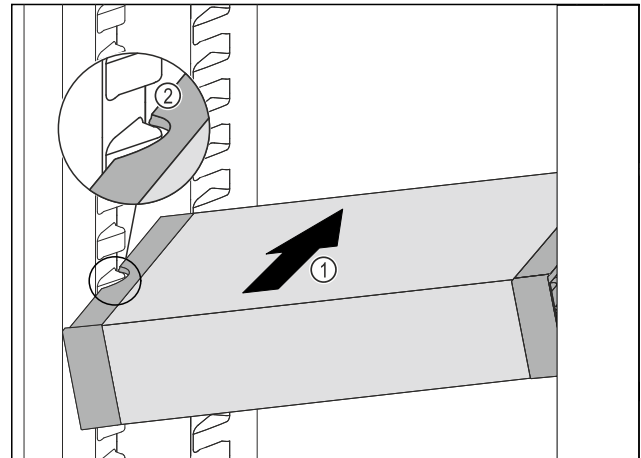

Fig. 94
- VarioSafe schräg in das Kühlteil einschieben Fig. 94 (1), bis sich die seitlichen Aussparungen Fig. 94 (2) des VarioSafes auf Höhe der Behälterrippe im Kühlteil befinden.